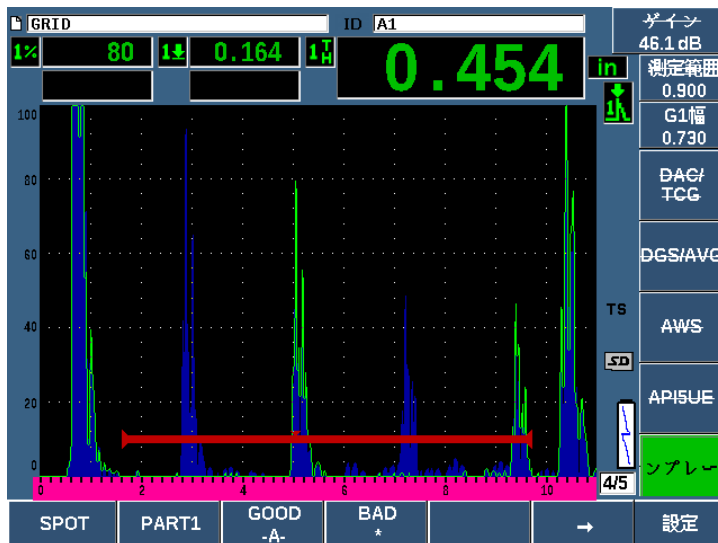

図 11-50 ライブスクリーンの保存済みテンプレート表示
- ◆ テンプレート名の下に \* 記号とともに表示されたパラメータキー（P1-P5）のうちのいずれか1つを押します（299ページの図 11-50 参照）。